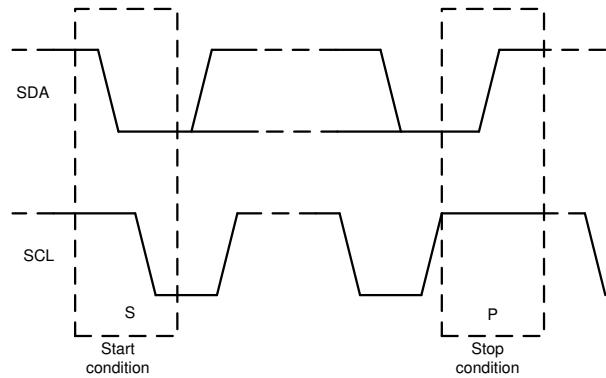

図 6-14. START 条件と STOP 条件
1. コントローラは、スタート条件を生成することで、データ転送を開始します。図 6-14 で示されているように、SCL がハイの状態で SDA ラインにハイからローへの遷移が発生すると、スタート条件となります。すべての I2C 互換デバイスは、スタート条件を認識します。
4. 図 6-14 に示すように、データ転送の終了を通知するために、コントローラは SCL ラインがハイの状態で SDA ラインをローからハイに引き上げることでストップ条件を生成します。このアクションによってバスが解放され、アドレス指定されたターゲットとの通信リンクが停止します。すべての I2C 互換デバイスがストップ条件を認識します。ストップ条件の受信によって、バスは解放され、すべてのターゲットデバイスはスタート条件および一致するアドレスが送信されるのを待ちます。